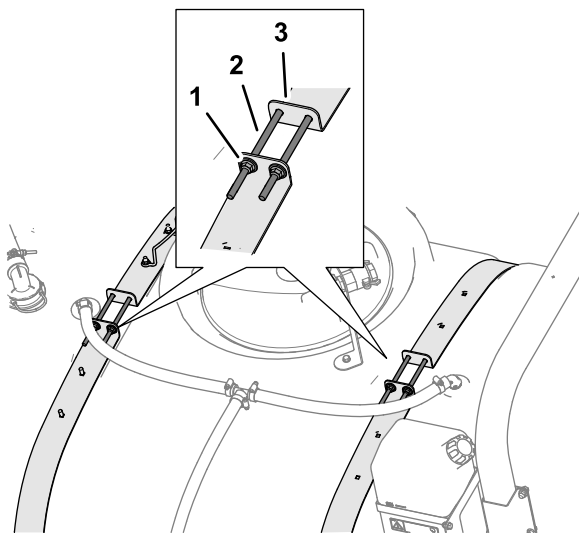

Figure 7
1. Desserrez les 4 contre-écrous à embase et les 4 boulons qui fixent les demi-sangles du réservoir (Figure 7).
- 3. Serrez les 4 contre-écrous à embase et les 4 boulons au sommet des sangles jusqu'à ce que les sangles affleurent la surface de la cuve (Figure 7).